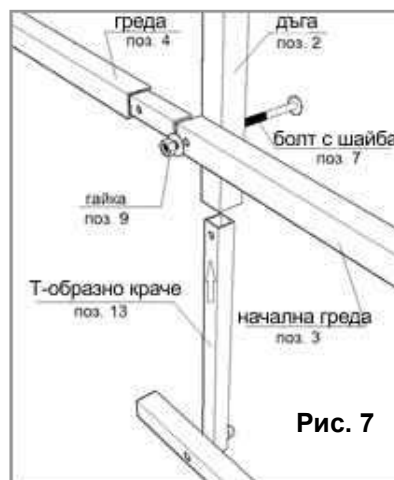

Рис. 7
5.2.5. Завийте към сглобените детайли дъгите, а в долната част и Т-образните крачета, според отворите, както е показано на рис.7.